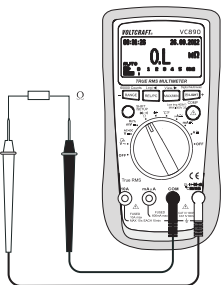

Abb. 5
2. Stecken Sie die rote Messleitung in die  $\text{CHZV}\Omega$ -Messbuchse (7), die schwarze Messleitung in die COM-Messbuchse (8) (Abb. 5).